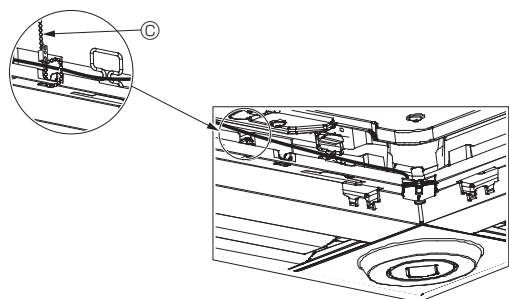

Fig. 10-12
- Fixez les fils du Capteur i-see et du récepteur de signal au panneau à l'aide des fixations, comme indiqué sur le schéma, de sorte qu'il n'y ait pas de mou au niveau des fils, puis coupez le fil qui dépasse aux extrémités de la fixation. (Fig. 10-12)
- Si la position du Capteur i-see a été permutée de la position "o" (E) à la position "□" (F), changez le réglage des fonctions. (Voir page 13.)